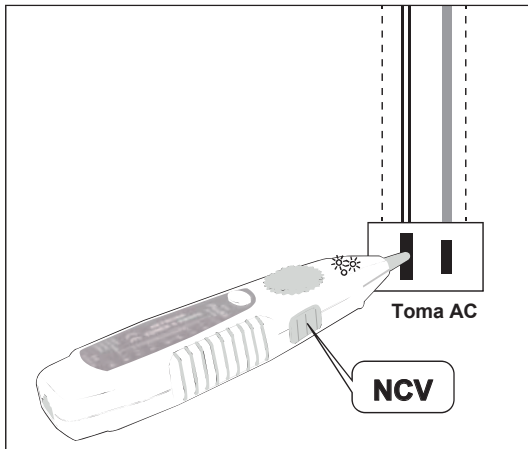

Ilustración 11 Prueba de Voltaje sin contacto
1. Según se indica en la Ilustración 11, active la opción "NCV", esta función se pondrá en marcha cuando el interruptor de energía esté encendido (ON).